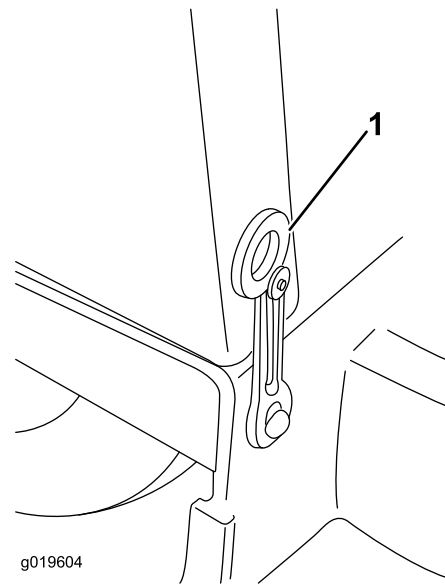

Figure 18
2. Décrochez les attaches de l'auvent (Figure 18) et déposez l'auvent.